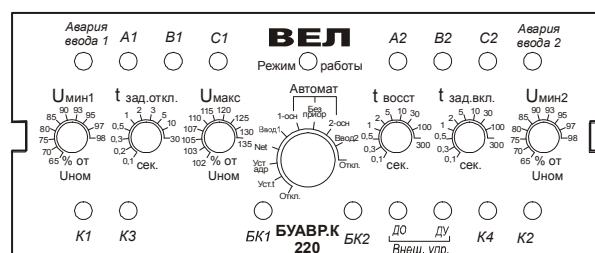

Рис. 2 Расположение органов управления и индикации БУАВР.К
- 4.5. Расположение органов управления и индикации БУАВР приведено на рис. 2.
- 4.6. Переключение режимов работы производится с помощью 10-позиционного переключателя, находящегося на передней панели, рис.2. Для удобства контроля режимов работы БУАВР при запуске и эксплуатации, предусмотрена светодиодная индикация режимов работы с помощью многоцветного светодиода «Режим работы», рис.2. Описание режимов работы БУАВР и соответствие индикации приведены в таблице 1.
О наличии аварии (замыкании входа «БК1» («БК2») на контакт «Общий») сигнализирует загорание индикатора «БК1» («БК2» соответственно), рис.2. Повторное включение «аварийного» ввода возможно только после снятия блокировки (размыкания контактов максимальной токовой защиты).
4.13.3. Дискретный вход «ДО» работает только в режиме «Дистанционное управление» и используется для дистанционного отключения вводов 1 и 2. При замыкании входа на контакт «Общий», реле К1 и К2 отключаются, а реле К3 и К4 включаются. О состоянии входа «ДО» сигнализирует индикатор «ДО», рис.2.
- при замыкании входа на контакт «Общий», ввод 1 отключается, реле К1 отключается (реле К3 включается) и с задержкой включения $t_{\text{зад.вкл.}}$ подключается ввод2, включается реле К2 (отключается реле К4). О состоянии входа «Ввод 1/2» сигнализируют индикаторы «К1» и «К2», рис.2;